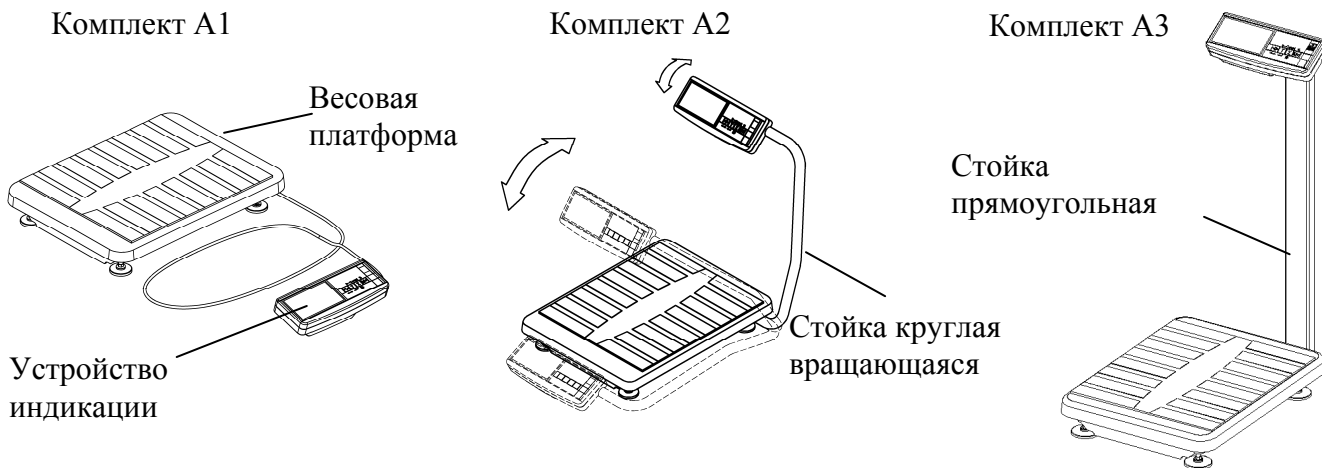

Рисунок 5.1 - Внешний вид весов
5.1 Весы состоят из весовой платформы и устройства индикации. В зависимости от способа установки устройства индикации весы поставляются в следующих комплектах (рисунок 5.1):
- вращая стойку (рисунок 5.1) установить ее в удобное для работы положение и зафиксировать, плотно затянув винты в кронштейнах основания (восемь винтов). На входе в стойку оставить припуск кабеля длиной $20 \div 30$ мм;